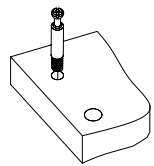

Рис.2
3. Вставить головки минификсов в соответствующие плоскостные отверстия боковин 1, 2, стойки 5 и дна 4 (Рис. 2).
4. Вбить шканты в соответствующие торцевые отверстия боковин 1, 2, стойки 5 и дна 4 (Рис. 2).